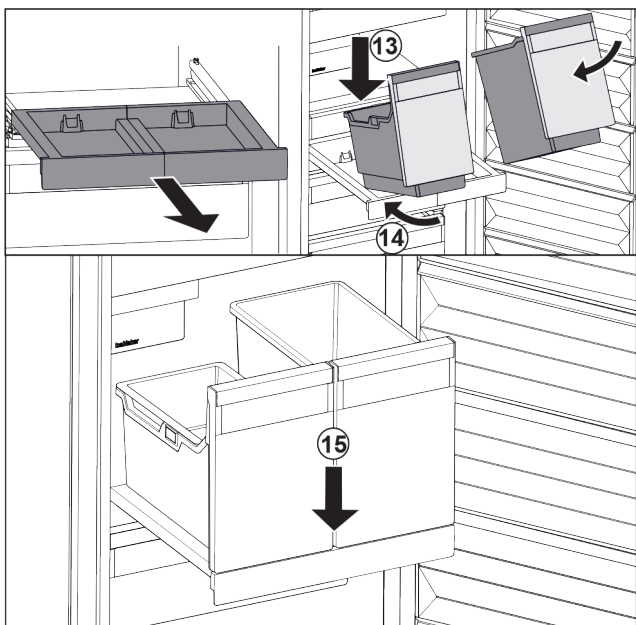

Fig. 90
- ▶ Posodo položite na izvlečno polico v poševnem položaju. Fig. 90 (13)
- ▶ Posodo potisnite v poševnem položaju proti zadnji strani. Fig. 90 (14)
- ▶ Posodo odložite spredaj. Fig. 90 (15)